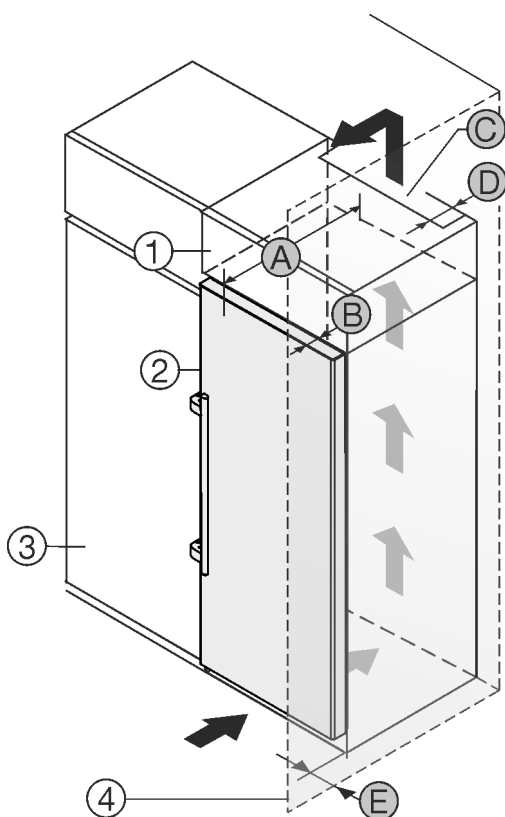

Fig. 2
Puteți amplasa aparatul direct lângă dulapul de bucătărie Fig. 2 (3).\*
În partea din spate a dulapului suspendat trebuie să existe o fantă de aerisire cu grosimea Fig. 2 (D) pe toată lățimea dulapului suspendat.\*
Sub tavanul încăperii trebuie să fie respectată secțiunea de ventilație Fig. 2 (C).\*
Atunci când montați aparatul cu balamalele lângă un perete Fig. 2 (4), distanța dintre aparat și perete trebuie să fie de minim 57 mm. Această valoare corespunde proeminenței mânerului cu ușa deschisă.\*
Astfel încât să puteți deschide complet ușa, aparatul trebuie să fie proeminent cu cel puțin adâncimea ușii Fig. 2 (B) față de suprafața frontală a dulapului de bucătărie. În funcție de adâncimea dulapurilor de bucătărie Fig. 2 (3) și utilizarea distanțierelor de perete, aparatul poate ieși mai mult în afară.\*